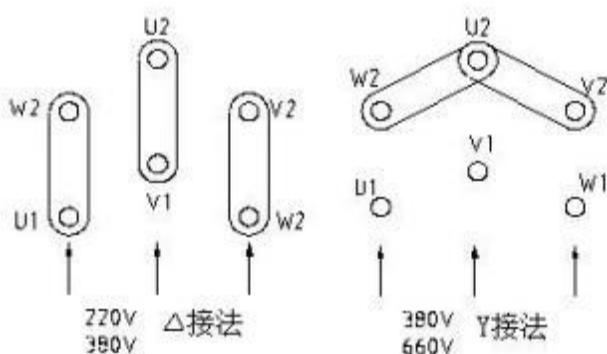

图4 接线指示图
7.3.3 六端子接线盒通过连接片改变接法，可适应两种不同电压需要（见图4），有两个进线口可引入两根多芯电缆的接线盒，当引入一根多芯电缆只使用一个进线口时，另一进线口的 2mm 厚金属垫片不得拿掉，否则将失去隔爆性能。